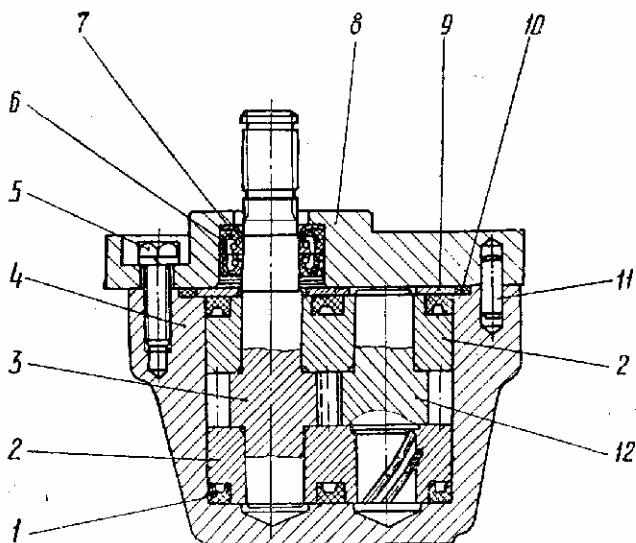

Рис. 21 Шестеренный гидравлический насос
3. ШЕСТЕРЁННЫЙ ГИДРАВЛИЧЕСКИЙ НАСОС (рис. 21)